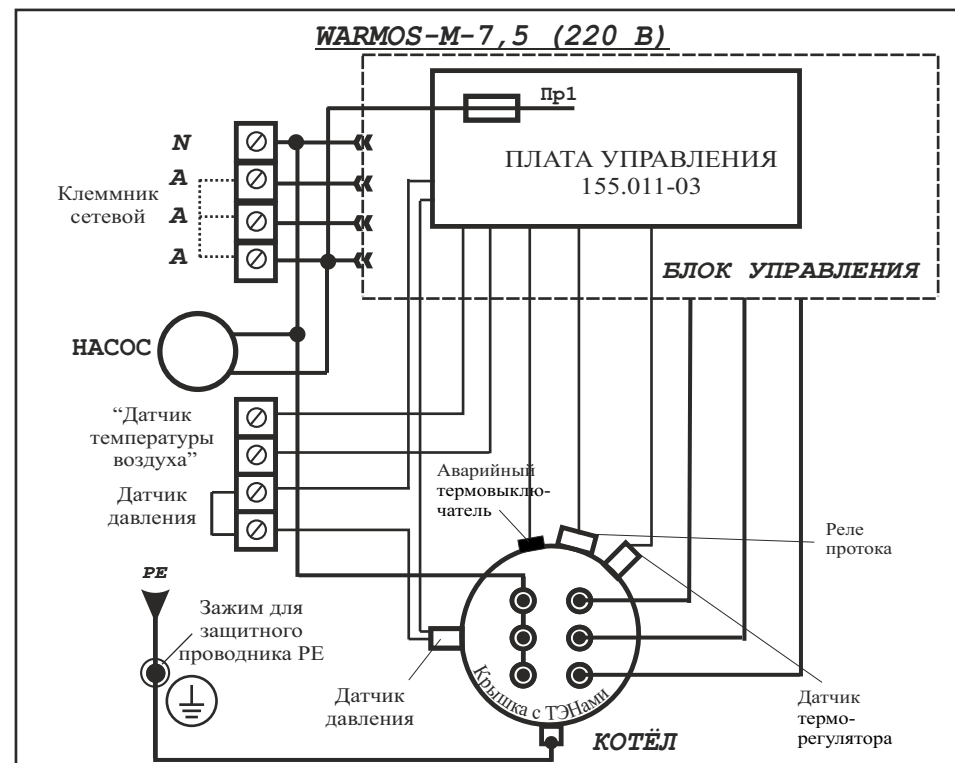

Рисунок 3 - Электрическая схема подключения
6.1.11 При подключении WARMOS-M-7,5 (220В) установить перемычки в зажимах клеммника (пунктирная линия рис.3).